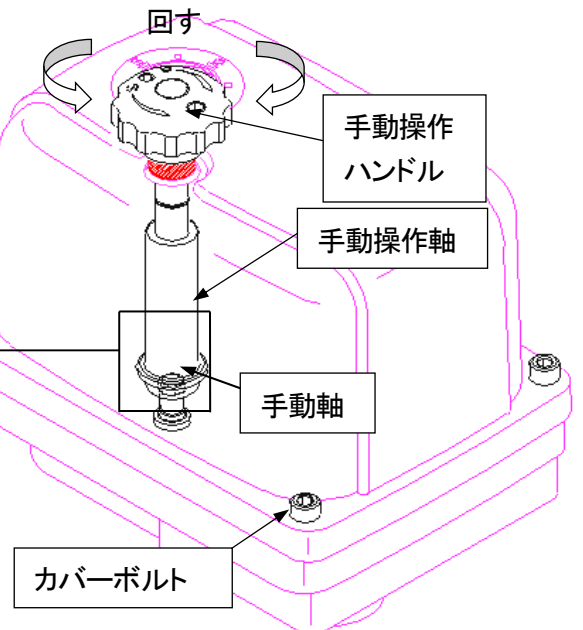

図 12-3 手動操作機構
- 手順① 手動ハンドルを引上げ手動操作状態にします。「図 12-3 手動操作機構」を参照ください。